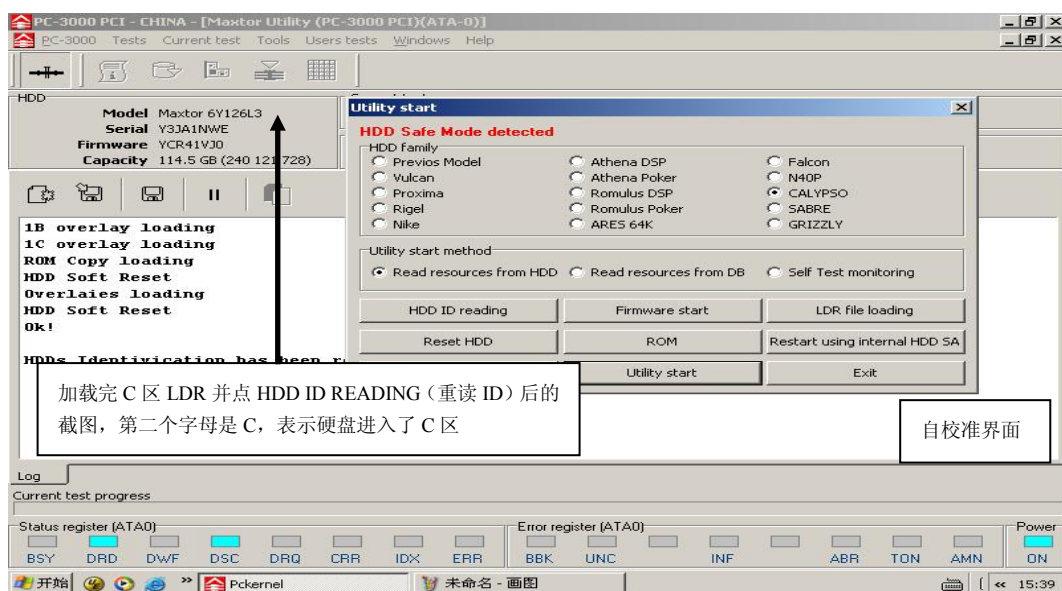

图 7-38 加载完 C 区 LDR 并点 HDD ID READING (重读 ID)
(35) 加载完 C 区 LDR 并点 HDD ID READING (重读 ID) 后的界面, 如图 7-38 所示。